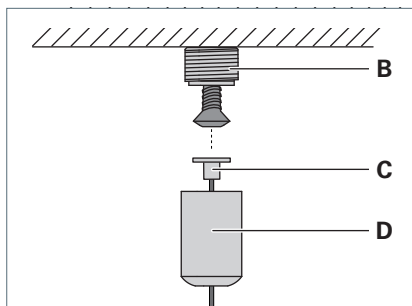

Fig. 7: Monter la fixation pour plafond.
- Vissez au plafond un filetage **B** à la distance **a** par rapport à la tôle de support montée auparavant en utilisant une vis appropriée, voir Tab. 2 et Fig. 7.